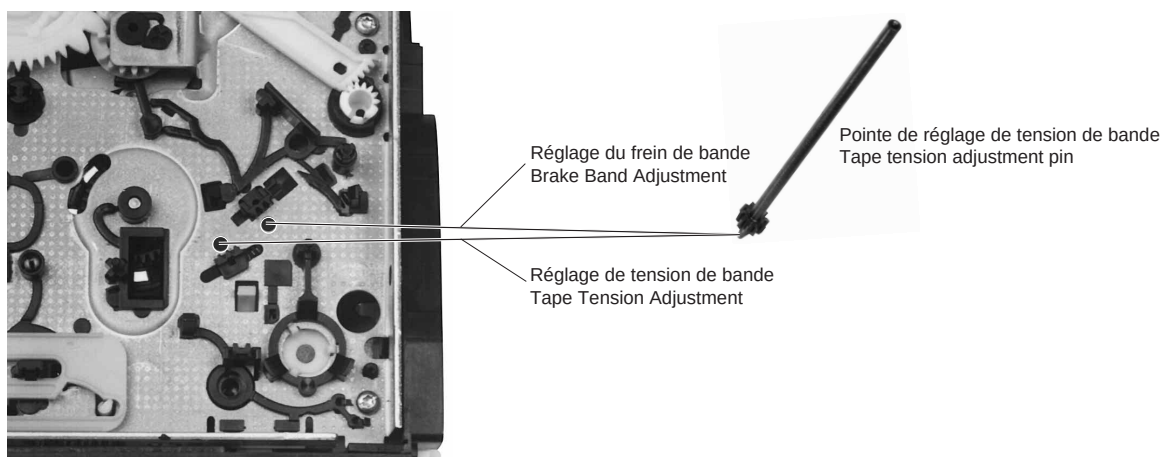
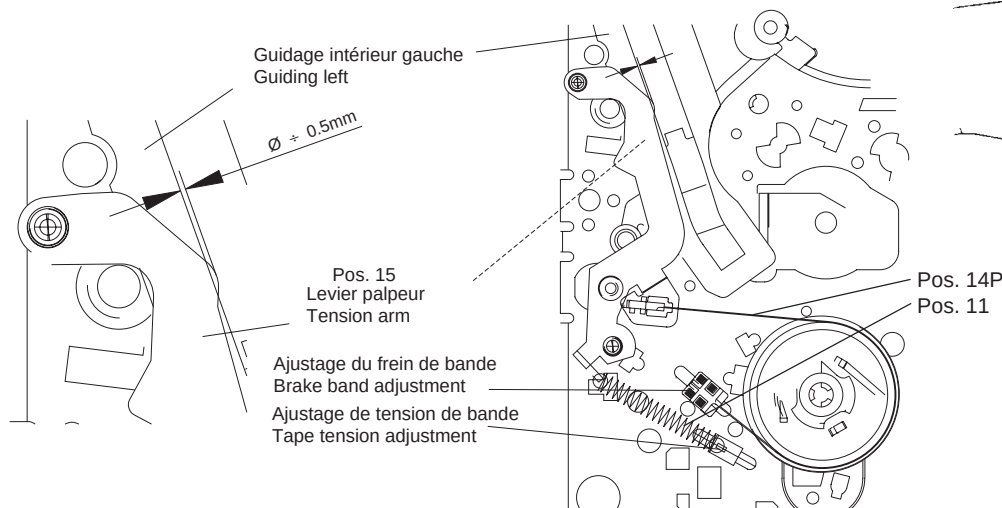

Fig. 26
Fig. 27
- A l'aide de l'outil de réglage de tension de bande (depuis la partie inférieure de la mécanique, Fig. 26) régler le frein (Fig. 27, Pos. 14P) de telle sorte que le bras du palpeur de tension de bande (Pos. 15) se superpose avec l'arrêt de guidage intérieure gauche du rail de gauche (Fig. 27).
- A l'aide de l'outil de réglage régler le ressort (Fig. 27, Pos. 11) sur une traction de bande de $0,24N \pm 0,02N$ ($24g \pm 2g$) (Fig. 27).
- Adjust the brake band (Fig. 27, Pos. 14P) by means of the tape tension adjustment tool (from the underside of the tape deck, Fig. 26) so that the edge of the elbow of the tape tension arm (Pos. 15) overlaps with the left inner edge of the left guide (see Fig. 27).
- Adjust the spring (Fig. 27, pos.11) to a tape tension of $0.24N \pm 0.02N$ ($24g \pm 2g$) by means of the tape tension adjustment tool (Fig. 27).